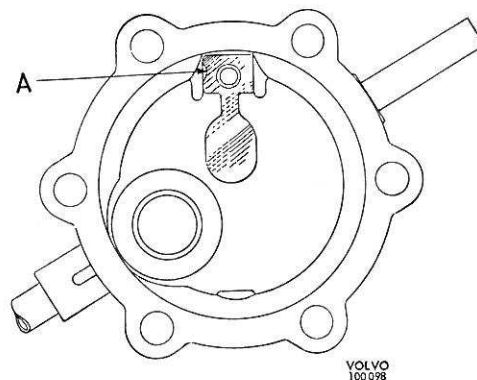

Figure 103. Emplacement du ressort à lame
1. Remonter le ressort à lame comme le montre la figure 103 et le doigt d'arrêt. Serrer la vis